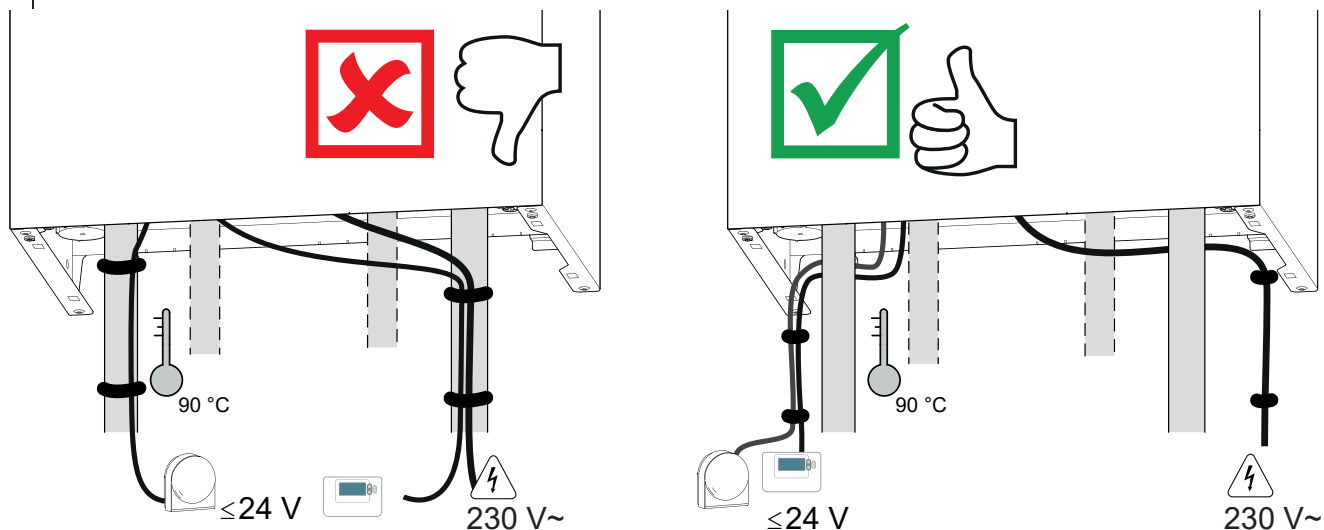
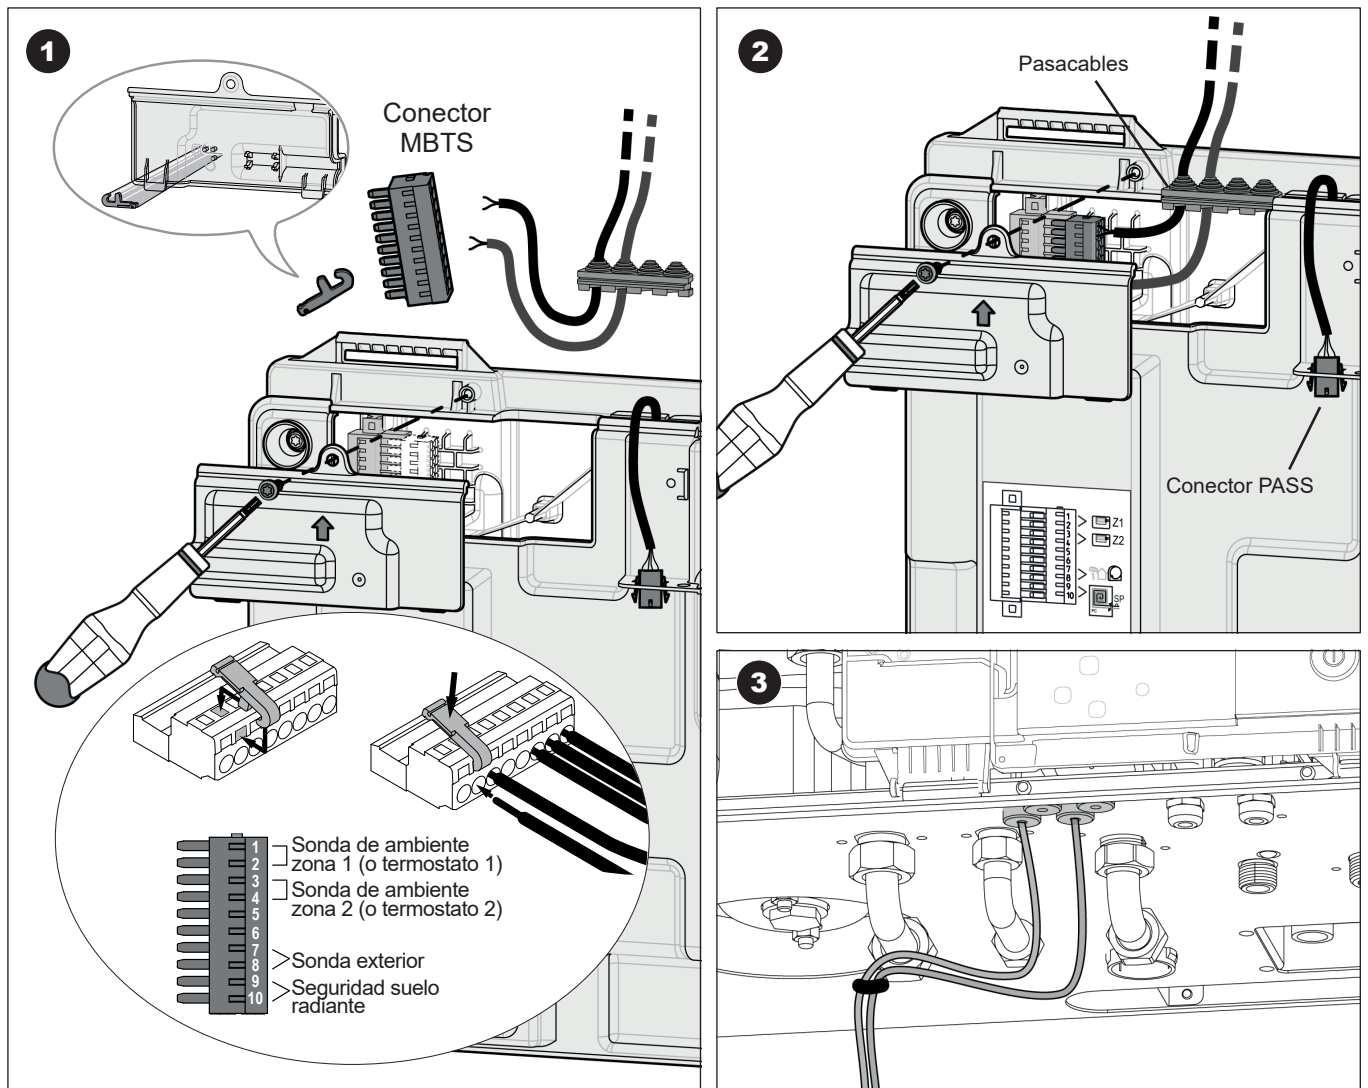

fig. 20 - Paso de los cables
fig. 23 - Acceso a regletas MBTS
- Realice las conexiones siguiendo los esquemas (fig. 20 y fig. 23).